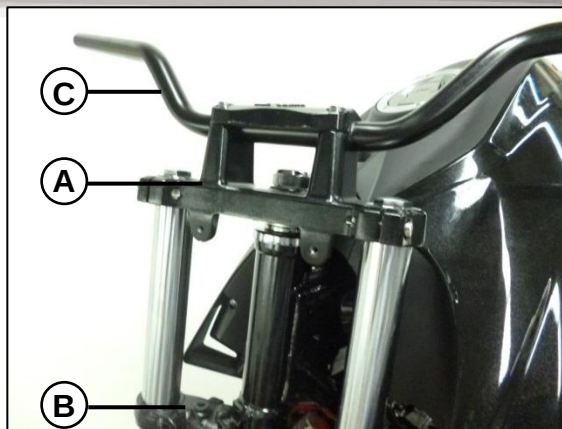

Fig. 09
Inspeccione que todos los elementos estén en óptimo estado. Horquilla superior (A) horquilla inferior (B) que no tengan (grietas, oxido). **Fig. 09**
Inspeccione el estado del manubrio (C) que no esté deformado. **Fig. 09**